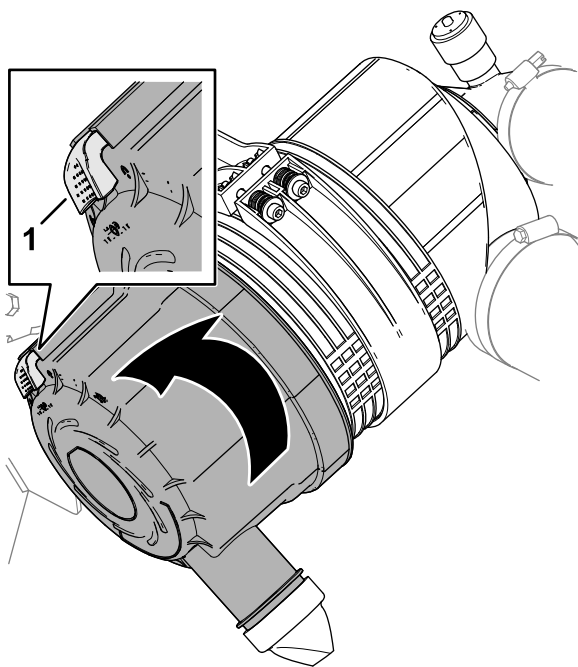

Рисунок 119
4. Оттяните защелку наружу и поверните крышку воздухоочистителя против часовой стрелки (Рисунок 119).